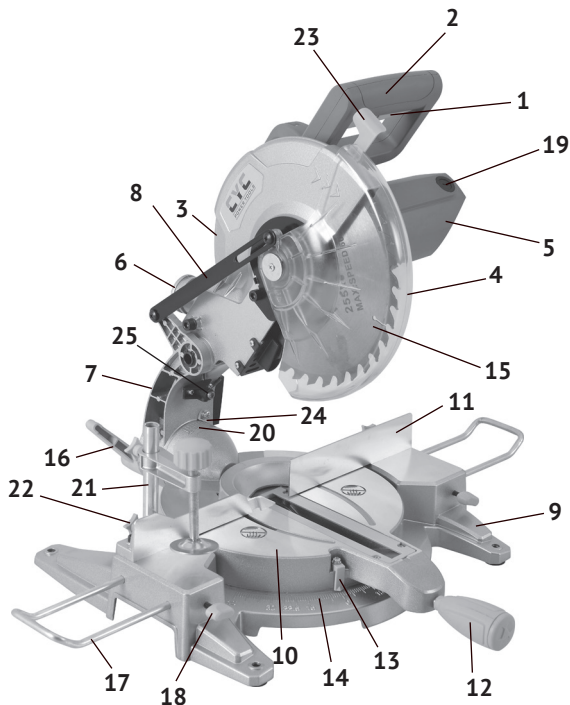
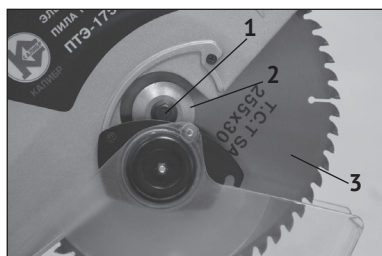

рис.1
рис.2
1.2.1 На металлическом основании пилы расположен рабочий стол, с возможностью поворота относительно основания в горизонтальной плоскости до 45° вправо и влево для косых распилов. На рабочем столе закреплён суппорт (рис.1 поз.7) режущего блока. Механизм крепления позволяет установить его в любом положении: от вертикального (0°) до наклона 45° влево от вертикали, для боковых распилов. Основным несущим узлом режущего блока пилы является алюминиевый корпус редуктора, выполненный заодно с верхним защитным кожухом диска (рис.1 поз.3). К корпусу крепится пластиковый корпус двигателя (рис.1 поз.5) с рукояткой управления (рис.1 поз.2). В комплект поставки входят две дополнительные опоры (рис.1 поз.17) для поддержки длинномерных заготовок. Опоры фиксируются к основанию пилы винтами (рис.1 поз.18).
- проверьте работоспособность выключателя электродвигателя инструмента. Не подключая пилу к электросети, нажмите и отпустите клавишу выключателя (рис.1 поз.1) – она без задержек должна возвратиться в исходное положение;
- после необходимых регулировок надёжно зафиксируйте: рукоятку (рис.1 поз.16) угла наклона суппорта и рукоятку (рис.1 поз.12) угла поворота рабочего стола. При недостаточно надёжной фиксации во время пиления возможно изменение этих установок и, как следствие, возникновение заклинивания пильного диска и обратной отдачи;
- включение/выключение пилы осуществляется нажатием на клавишу выключателя (рис.1 поз.1), при отпускании клавиши двигатель отключается. Перед опусканием режущего блока для реза заготовки, необходимо разблокировать рычаг фиксации подвижного защитного кожуха (рис.1 поз.23). Подвижной защитный кожух (рис.1 поз.4) будет подниматься кулисой (рис.1 поз.8), по мере опускания режущего блока.
- разблокировав рычаг (рис.1 поз.23), отведите подвижный защитный кожух (рис.1 поз.4) вверх до упора, чтобы иметь свободный доступ к болту крепления диска и шпинделю (рис.2 поз.1). Заблокируйте вращение шпинделя нажатием кнопки фиксации, расположенной на корпусе редуктора между рукояткой и неподвижным кожухом;
- с помощью специального ключа открутите фиксирующий болт диска, снимите зажимной фланец (рис.2 поз.2) и пильный диск (рис.2 поз.3) со шпинделя;
- для установки угла поворота ослабьте фиксирующую рукоятку (рис.1 поз.12) рабочего стола (рис.1 поз.10);
(рис.1 поз.13) с нужным делением шкалы поворота (рис.1 поз.14) и надёжно затяните фиксирующую рукоятку (рис.1 поз.12) рабочего стола.
- для прямого распила заготовки установите угол поворота рабочего стола в положение 0. Прижмите заготовку к параллельному упору, закрепите струбциной (рис.1 поз.21), затем нажмите на клавишу выключателя. После того, как диск наберёт максимальные обороты, плавно опуская режущий блок, разрежьте заготовку за один распил;
- для распила заготовки под углом предварительно установите требуемый угол поворота рабочего стола. С помощью фиксирующей рукоятки надёжно закрепите режущий блок и поворотный рабочий стол в требуемом положении. Прижмите заготовку к параллельному упору, закрепите струбциной (рис.1 поз.21), затем нажмите на клавишу выключателя. и, после того, как диск наберёт максимальные обороты, плавно опуская режущий блок, разрежьте заготовку за один распил;
- для замены щёток необходимо открутить крышки щёткодержателей (рис.1 поз.19) на корпусе двигателя, вынуть использованные щётки из щёткодержателей, заменить их новыми и закрутить крышки щёткодержателей. Щётки следует менять парой, для обеспечения их равного давления на коллектор якоря;